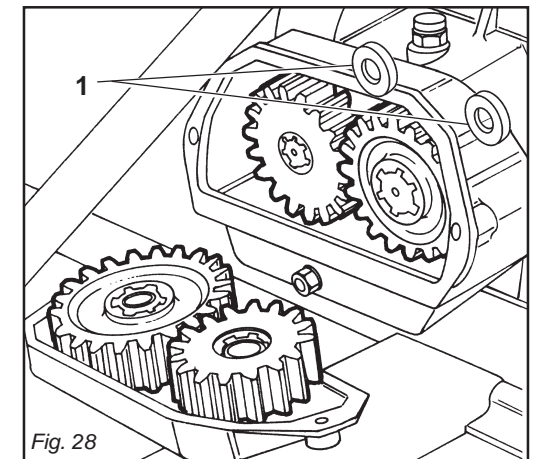

Fig. 28
La macchina è equipaggiata di cambio di velocità (Fig. 28), con una coppia di ingranaggi.
Machine are equipped with a gearshift (Fig. 28), with one pair of gears.
Les machines sont équipées d'une boîte de vitesse (Fig. 28), avec un couple d'engrenages.
Die Maschine sind mit Wechsel-getriebe (Abb. 28), mit einem Räderpaar ausgestattet.
Las máquinas están equipadas de cambio de velocidad (Fig. 28), mediante un par de engranajes.
- Fare attenzione durante l'operazione a non far cadere i distanziali (1 Fig. 28), all'interno della scatola cambio.
- La caduta dei distanziali (1 Fig. 28), all'interno della scatola cambio può causare la rottura degli ingranaggi.
- While changing gears pay attention that the spacers (1 Fig. 28) fitted behind the gears do not fall in the gearbox.
- The falling of the spacers (1 Fig. 28) inside the gearbox can cause the braking of the gears.